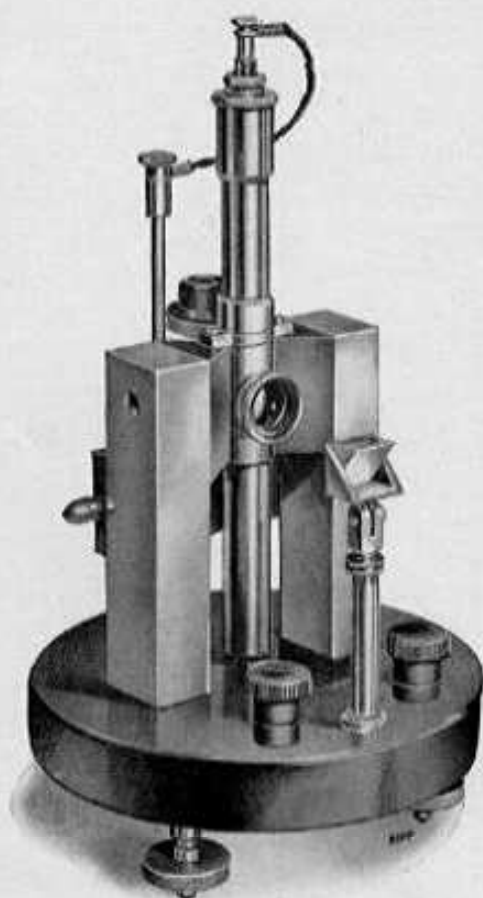

Fig. 7.
- No. A 25 Galvanomètre balistique (fig. 7), mais sans prisme ni son support (pour ces accessoires voir la liste Acces 36) Balli